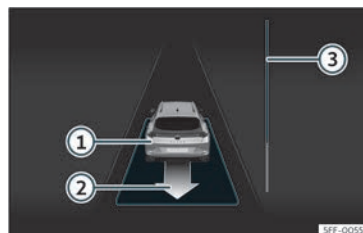

Fig. 193 Na pantalla do cadro de instrumentos: desaparcar dun espazo en liña.
• Retroceda ata que soe o sinal continuo del ParkPilot; **OU BEN**: vaia marcha atrás ata que na pantalla do cadro de instrumentos apareza a indicación de dar marcha adiante. A barra de progreso **>>> fig. 193 ③** indica a distancia a percorrer **>>> páx. 292**.